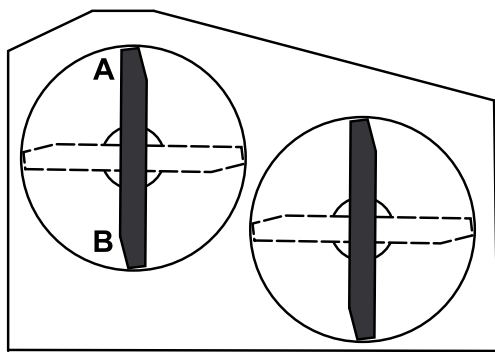

Bild 59
- Stellen Sie ein Messer in Längsrichtung. Messen Sie an den Stellen **A** und **B** von einer ebenen Oberfläche bis zur Schnittkante der Messerspitzen (Bild 59).
4. Stellen Sie ein Messer in Längsrichtung. Messen Sie von einer ebenen Fläche bis zu den Stellen C und D (Bild 59) an den Schnittkanten der Messer.